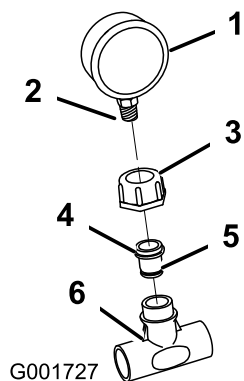

Figure 14
13. Entourez le filetage du manomètre avec du ruban Téflon. Posez le petit écrou en plastique et le réducteur sur le manomètre. À l'aide d'une clé hexagonale, vissez le réducteur sur le manomètre (Figure 14).
14. Montez le manomètre sur le raccord en T en plastique (Figure 14).